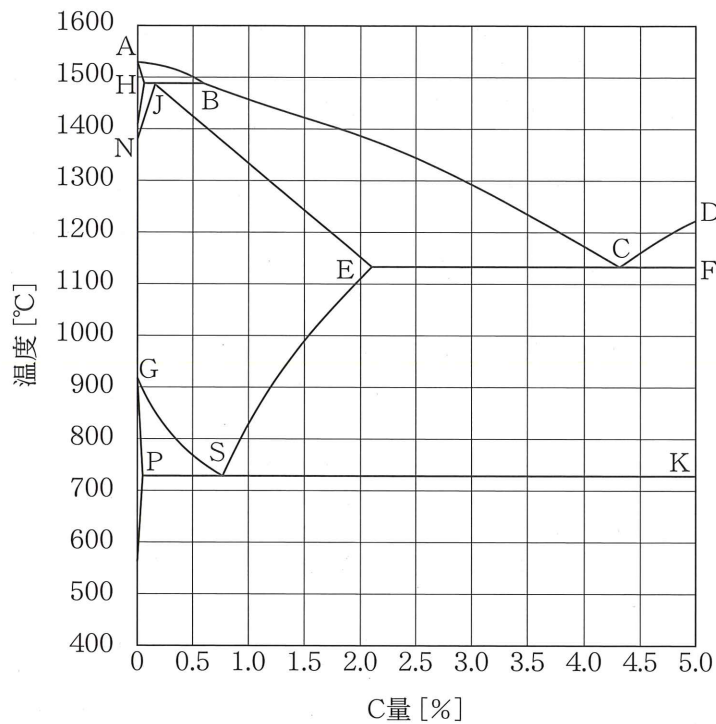
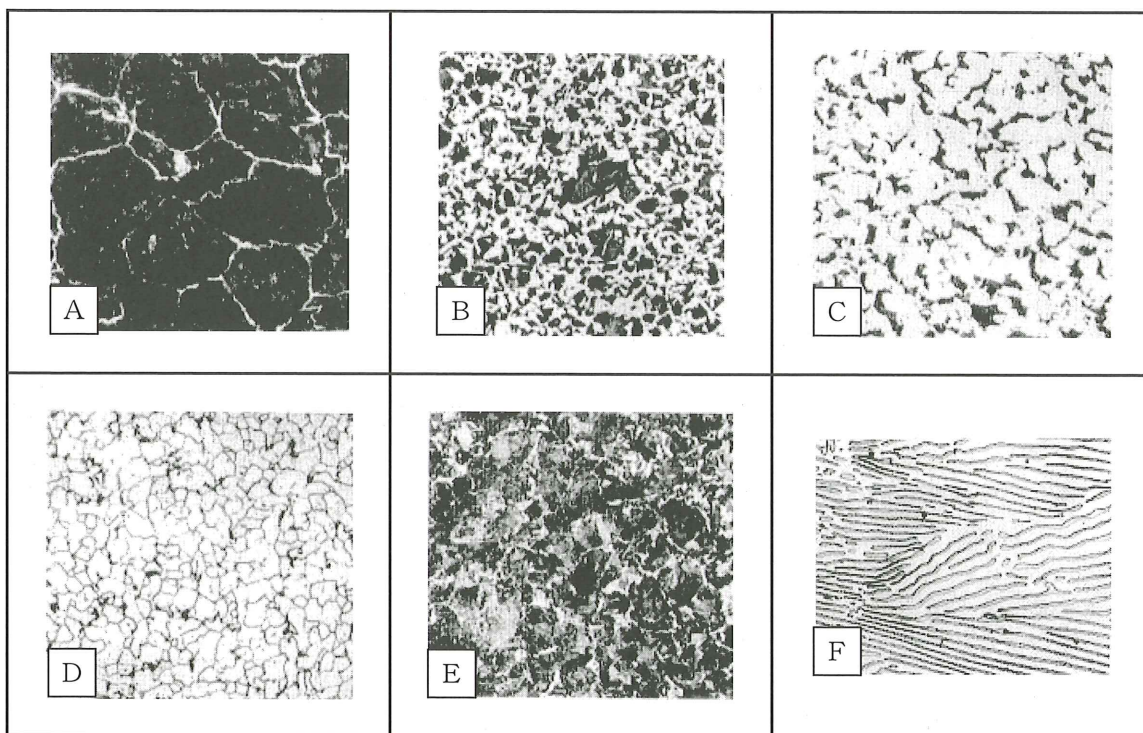

図3 Fe-Fe₃C系平衡状態図
図4 炭素鋼の標準組織
- (1) 次の鉄鋼材料とFe-Fe₃C系平衡状態図について述べた文の空欄①～⑫に適する語句を解答群より選び、解答欄に記号で記入しなさい。ただし、⑥と⑫については、図4の中から選択し、記号で記入すること。
炭素量が0.77%のものを特に(④)と呼ぶ。この鋼を900℃付近に加熱すると組織はオーステナイトだけになるが、これを徐冷すると(⑤)℃で2つの固相に分解する。組織は図4の(⑥)のようになる。この組織は薄板状のフェライトと(⑦)が(⑧)状に重なった構造をしている。また、図3のS点は(⑨)と呼ばれる。
炭素量が0.77%未満の鋼を(⑩)と呼び、炭素量が0.77%より多いの鋼を(⑪)と呼ぶ。特に(⑪)の組織は図4の(⑫)のようになる。
- (2) 図3におけるC点は何と呼ばれる点か名称を答えよ。
- (3) 上記の下線部における組織名を答えよ。